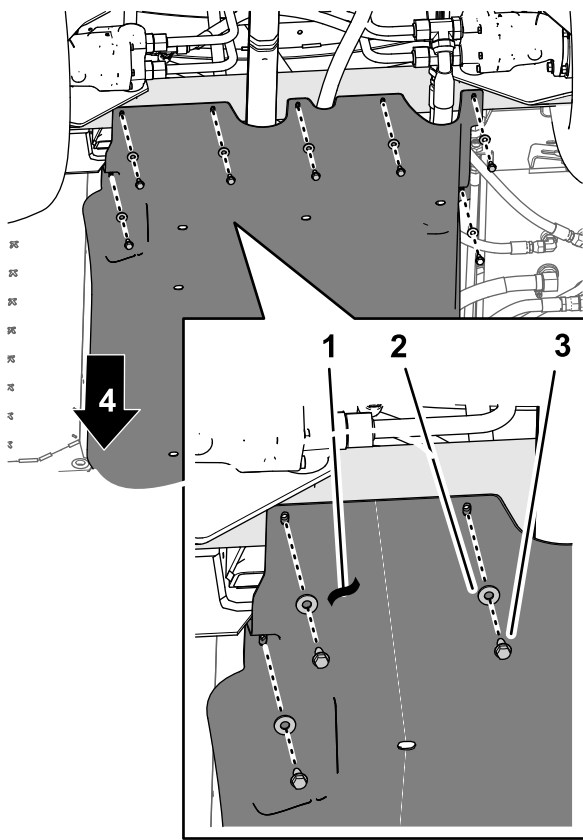

图 180
4. 将下机架保护罩后部的孔与底盘上的孔对齐图 180。
5. 使用在12 拆除可选下机架保护罩套件 (页码 21) 的步骤 1 中卸下的 7 个凸缘头螺栓5/16 x 7/8 英寸和 7 个垫圈5/16 英寸将下机架保护罩的后部安装到底盘上图 180。